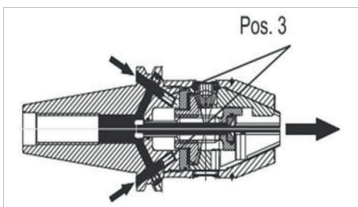

Abb. 13: Gewindestifte öffnen Kühlmittelversorgung
1. Drehen Sie an der Bohrung „B“ die zwei Gewindestifte mit Hilfe des Innensechskantschlüssels mit Quergriff **SW 2,5** im Uhrzeigersinn, bis die Gewindestifte an Pos. 3 anliegen (siehe *Abb. 13: Gewindestifte öffnen Kühlmittelversorgung*, Pos. 3).